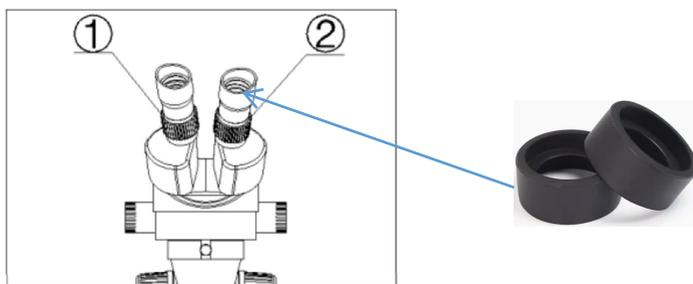

Fig. 4
29) Powtórz kroki (1), (3), (4) i (5), aż pojawi się prawy pierścień regulacyjny więcej dokładny.
30) Wykonaj krok (4) i spraw, aby obraz był wyraźny przez lewy okular, obracając lewy pierścień regulacji dioptrii①.(Rys.4)
Aby skorzystać z podstawy gramofonu, zablokuj imadło, dokręcając śrubę napinającą, aż kulka nie będzie się obracać. Gramofon staje się teraz Twoim obrotem, umożliwiając dostosowanie środka obrotu pracy do pola widzenia mikroskopu. Wyrównaj środek talerza obrotowego ze środkiem pola widzenia mikroskopu (RYS. 4). Zmień widoki robocze, zmieniając położenie imadła.